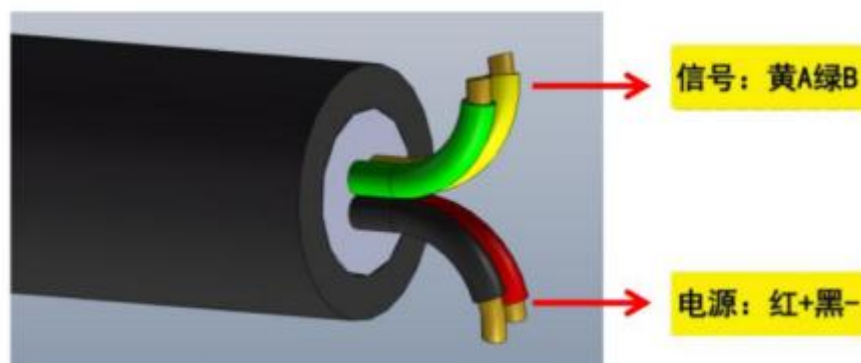

图 3-19 通讯线缆
2、阵列式 3.0 雷达在线测流系统的 RS485 四芯通讯电缆定义如图 3-19 所示。